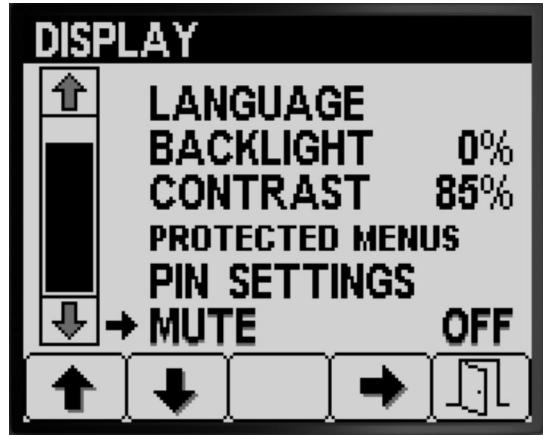

Figura 31
2. Pulse el botón 4 para ACTIVAR O DESACTIVAR el indicador de audio (Figura 31).
3. Pulse el botón 5 para guardar el ajuste, salir de la pantalla SILENCIAR y volver a la pantalla AJUSTES (Figura 31).